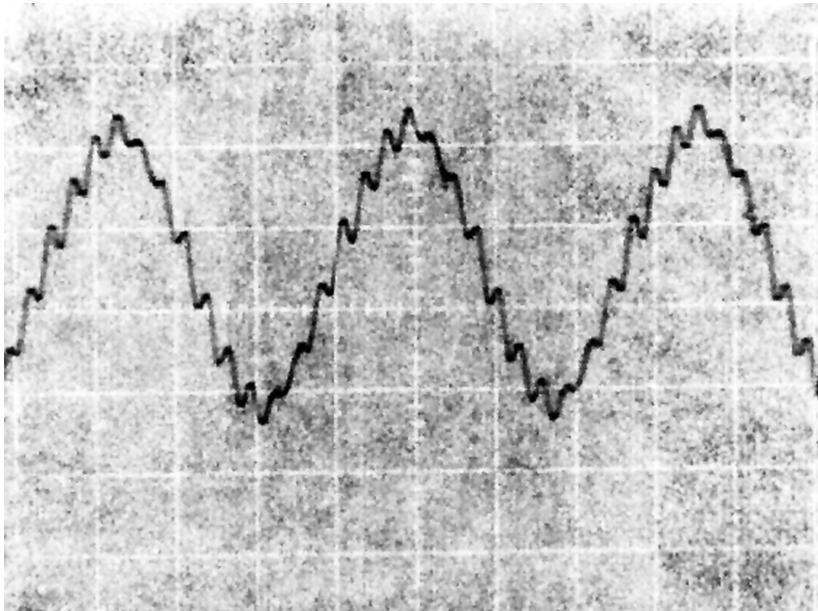

图 6-8 IC02 ~ IC05 的 MOSFET 开关管外壳感应波形
2) 测量 IC02 ~ IC05 的 4 只开关管各脚电压，如图 1-1 所示。一是先测量 IC02 ~ IC05 的 3 脚供给电压，如果 3 脚电压不正常，多为 F01 熔丝烧断，说明 4 只开关管组成的推挽输出电路存在严重的短路故障。二是测量 2、4 脚的激励电压或脉冲波形，如果 2、4 脚电压或波形不正常，则故障在 IC01 脉冲形成电路，否则故障在 IC02 ~ IC05 的 4 只开关管功率输出电路。三是测量 5 ~ 8 脚输出端的电压和脉冲波形，输出端的电压正常时多为 3 脚供给电压的一半；由于双开关管输出的波形较强，用示波器探头靠近双开关管外壳，即可感应出 2V 左右的交流信号，如图 6-8 所示。如果哪个开关管电路电压不正常或无波形输出，用电阻测量法对可疑开关管相关电路进行测量。